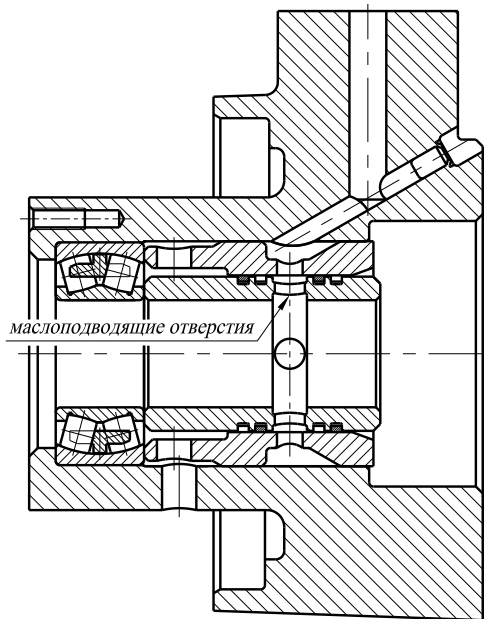

Рис. 106. Установка распорных втулок в корпус привода вентилятора
3. Установку распорных втулок в корпус привода необходимо проводить, как показано на рис. 106, чтобы обеспечить совпадение маслоподводящих отверстий.